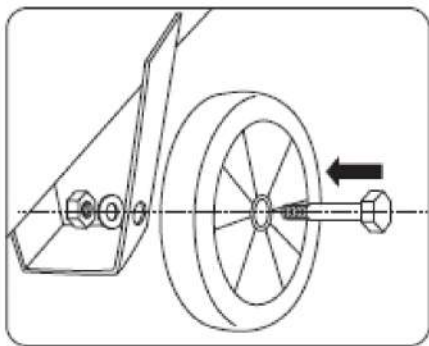
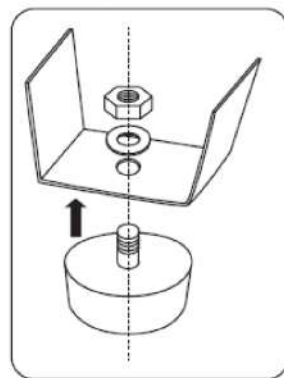

Рис.4
Рис. 5
3. Установите на компрессор транспортировочные колеса (для моделей КПБ 300/24М-В, КПБ 500/50М-В) (Рис. 4) и опорные ножки (Рис. 5).